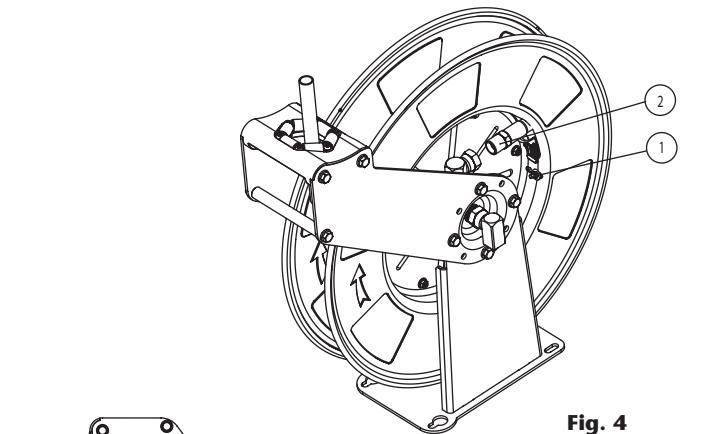

Fig. 4
- Schließen Sie den neuen Schlauch an das Drehgelenk (2) (Fig. 4) an. Stellen Sie sicher, dass der Schlauch auf dem Plastikteil aufliegt und drücken Sie den Schlauch fest auf die Spule mit Hilfe des P-Clips (1). Es wird nicht empfohlen, viel Kraft auf das Drehgelenk auszuüben, aus diesem Grund muss der Schlauch entspannt bleiben zwischen P-Clip und Drehgelenk und eine leichte Kurve aufzeigen.
- Entfernen Sie der P-Clips (1) (Fig. 4) und trennen Sie den Schlauch vom Drehgelenk (2) (fig. 4).